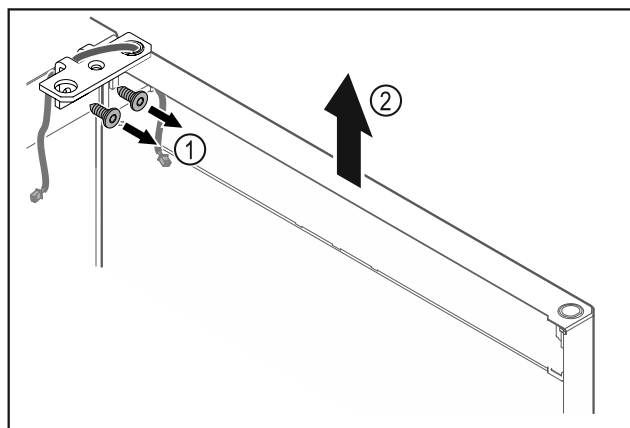

Fig. 13
- Svitare la cerniera angolare Fig. 13 (1).
- Sollevare la porta con la cerniera angolare Fig. 13 (2) di ca. 200 mm verso l'alto in senso orizzontale e rimuoverla.